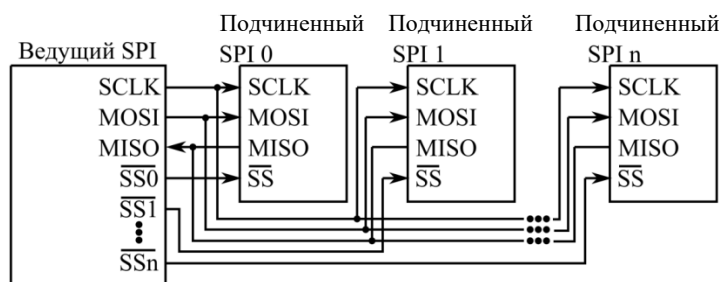

Рис. 6. Параллельное подключение SPI
- независимое (параллельное) подключение (рис.6);